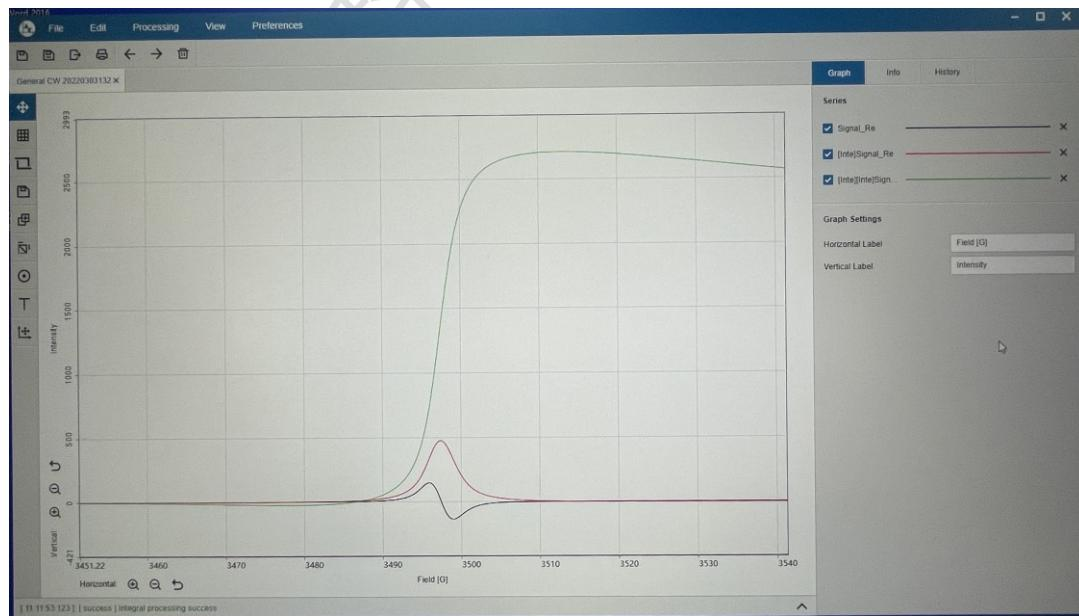

图 6-15 数据积分
- (4) 积分时可先校正基线, 随后 Integral 进行一次积分, 再点右下角 OK。若要进行二次积分, 可以先选中一次积分的曲线, 再点击 Integral 进行二次积分。如图 6-15 红线为一次积分结果, 绿线为二次积分结果。